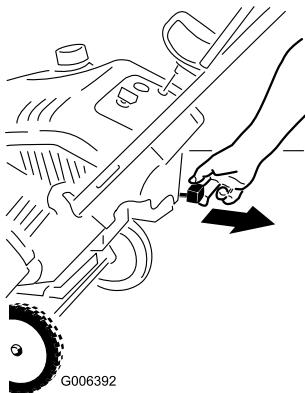
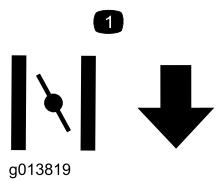

Figure 13
Figure 14
2. Tirez la commande de starter (Figure 13 et Figure 14).